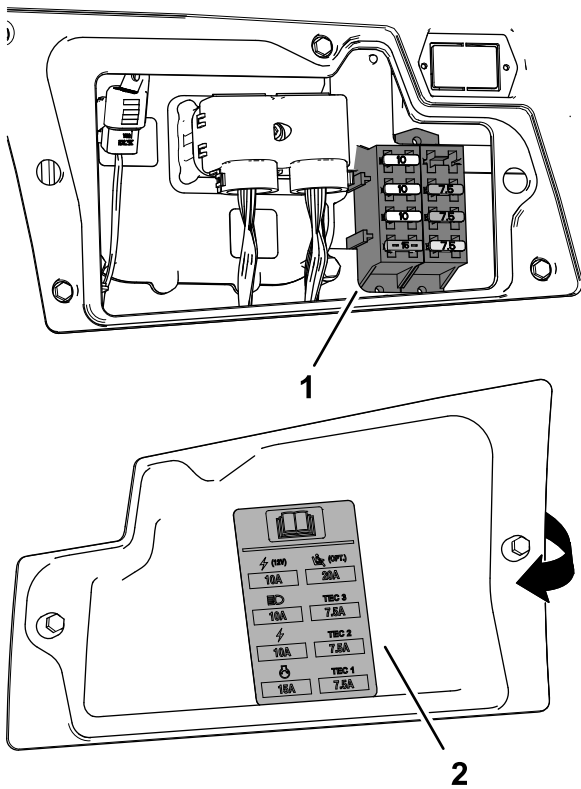

Figure 99
3. Remplacez le fusible défectueux (Figure 99) par un fusible de même type et de même intensité.